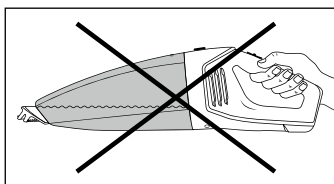

Rys. 3
❶ Wskazówki dotyczące odkurzania płynów
- ▶ Jeśli doszło do zassania płynów, należy przenosić urządzenie zawsze dyszą do odkurzania na mokro ❶ skierowaną w dół (patrz rys. 3):